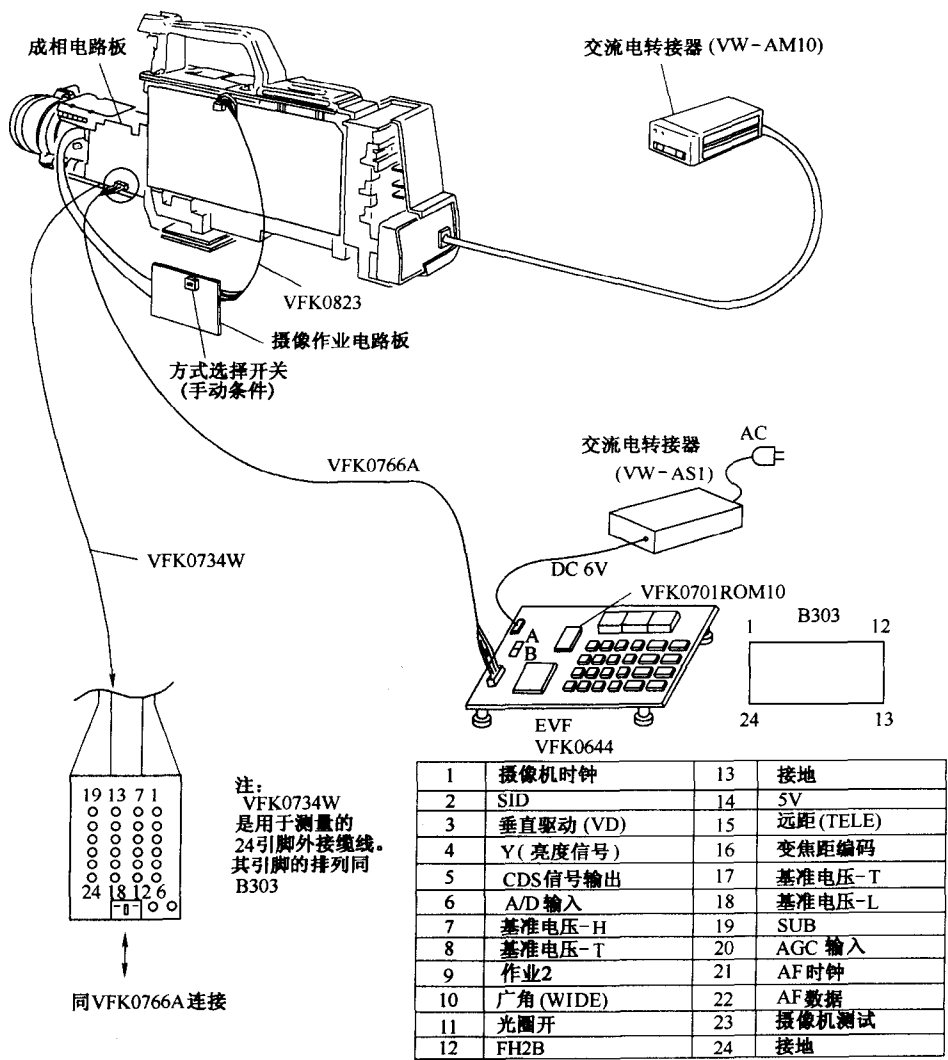

图 1.1.3 松下 NV-M9000/M9900 摄录一体机与 EVR 装置连接及调整示意图
采用了 EVR 装置可使调整摄像机过程简化, 调整时只要在 EVR 装置与摄像机之间用一根专用连接线, 按动 EVR 装置上的按键就可以对摄像机进行调整, 图 1.1.3 是松下 NV-M9000/M9900 摄录一体机 CAM 部分与 EVR 装置连接及调整示意图。
(1) 连接前的准备工作
- ① 卸下摄录一体机左右两边机壳, 按图 1.1.3 所示连接好 EVR 装置和测试设备。
- ② 把 EVR 装置上的方式选择开关拨到 “A” 侧。
- ③ 打开摄像机电源开关。
- ④ 打开 EVR 装置上的电源开关, 其发光二极管点亮并显示 “08.80.00.”, 若发光二极管未点亮, 则按复位键或检查 EVR 装置和摄像机之间的连接电缆是否已连接好。
(2) 调整前如何使用 EVR 装置